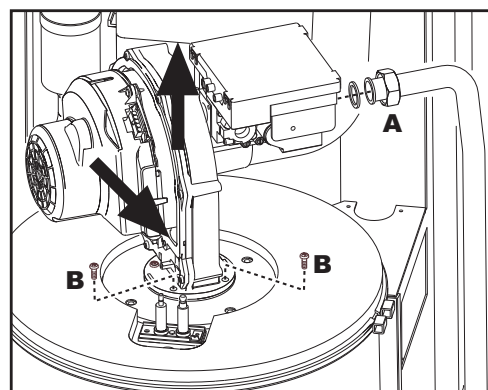
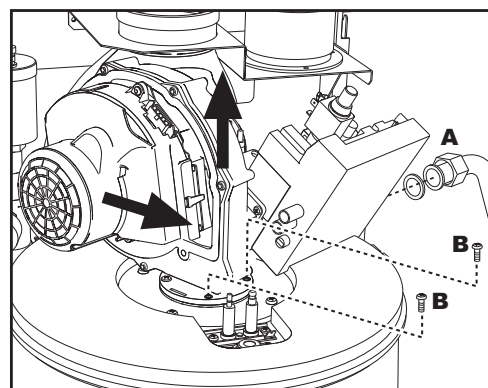

fig. 54 - modello FUTURIA POWER 80 - 160
fig. 55 - modello FUTURIA POWER 125 - 250
4. Allentare il girello "A" di fissaggio della valvola gas (fig. 54 e fig. 55).
5. Svitare le due viti "B" di fissaggio e sfilare il gruppo ventilatore come indicato in fig. 54 per il modello **FUTURIA POWER 80 - 160** e in fig. 55 per il modello **FUTURIA POWER 125 - 250**.